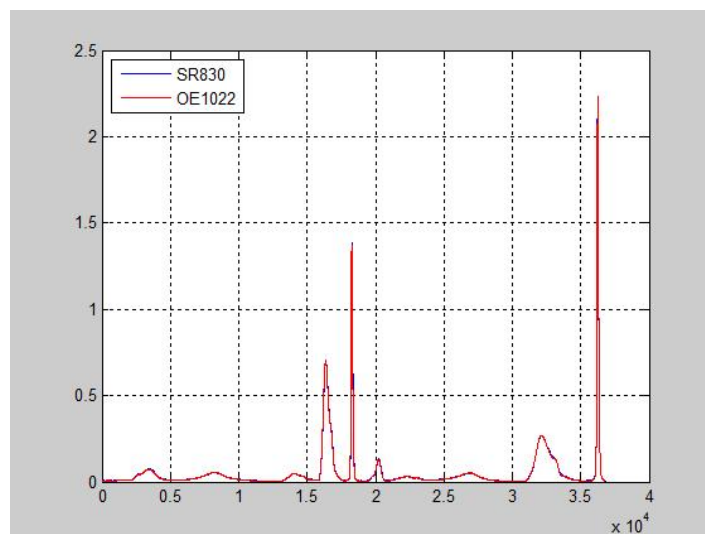

图 106. 两台锁放测得的光谱曲线对照图
5. 将 OE1022 替换为 SR830，在相同的参数设置下进行同样的光谱测量实验，得到的光谱曲线对照图 106 如下：